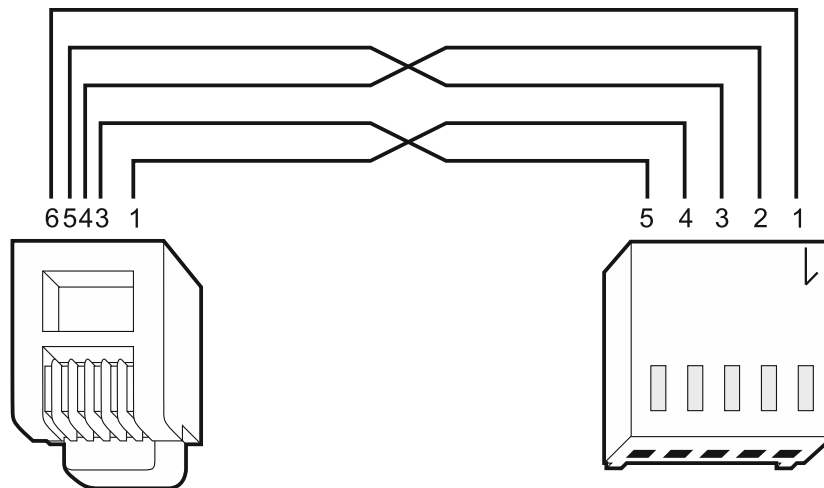

Abb. 5. Kabel zur Verbindung der RS-232-Schnittstelle des Moduls INT-GSM LTE und einer INTEGRA / INTEGRA Plus Zentrale mit der RJ-Buchse.
2. Soll die Alarmzentrale über das Modul mittels des DLOADX Programms parametrierbar werden, dann verbinden Sie die RS-232-Schnittstelle des Moduls mit der RS-232-Schnittstelle der Zentrale. Je nach der Alarmzentrale benutzen Sie das bestimmte Kabel: INTEGRA mit der Buchse Typ RJ / INTEGRA Plus: **RJ/PIN5** (Abb. 5), INTEGRA mit der Buchse Typ PIN5: **PIN5/PIN5** (Abb. 6), Die erwähnten Kabel sind im SATEL-Angebot verfügbar.